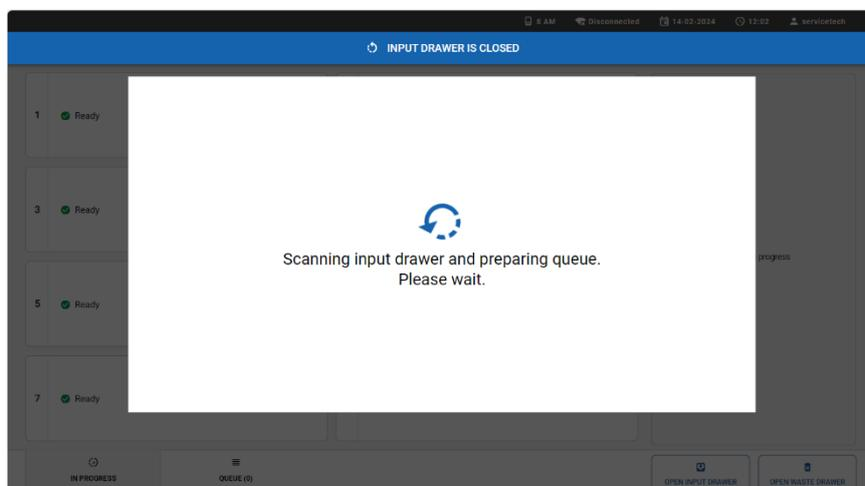

Figura 19. Schermata di preparazione coda.
- Chiudere il cassetto di alimentazione quando tutte le cartucce sono state manualmente scansionate e inserite. Il sistema scansiona le cartucce e prepara una coda (Figura 19).